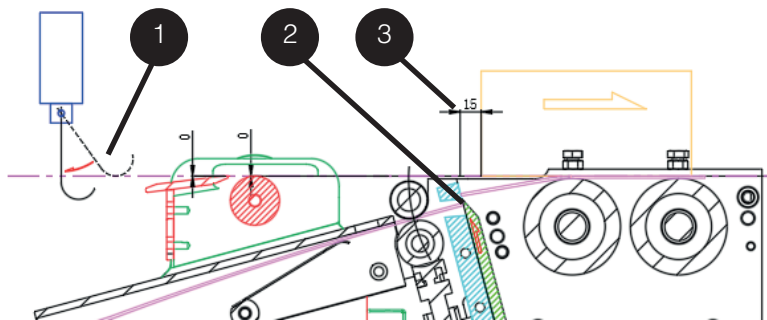

Figura 6-8
Conforme mostrado na Figura 6-8, quando a extremidade traseira da tábua ultrapassa o fim de curso da fita de borda na posição (1), o fim de curso é redefinido. Conforme a tábua continua se movendo para a posição (3), o cilindro de corte é ativado, cortando a fita de borda e deixando uma saliência de 5 a 15 mm na extremidade traseira da tábua. O tempo de atraso entre o reinício do fim de curso e a ativação do cilindro de corte é definido como **Atraso de Corte**, **Atraso Pós-Fixação de Fita** ou **Tempo Pós-Fixação de Fita**.